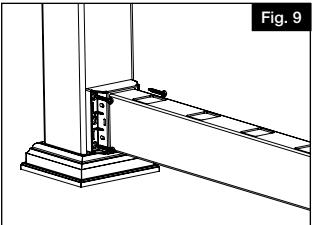

Fig. 9
- e. Coloque el primer tornillo #10 de  $1\frac{1}{2}$ " a través del soporte inferior en el poste (Fig. 9).